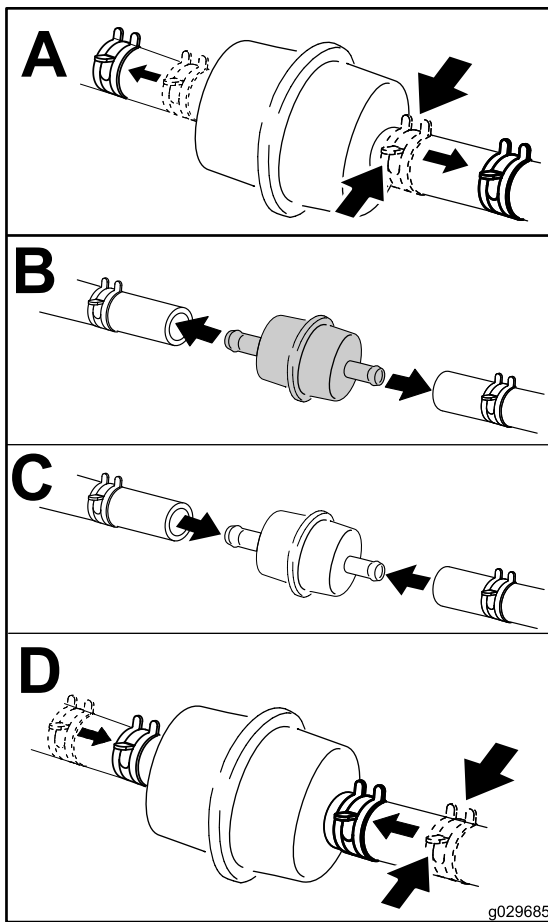

Figure 68
4. Remplacez le filtre à carburant (Figure 68).